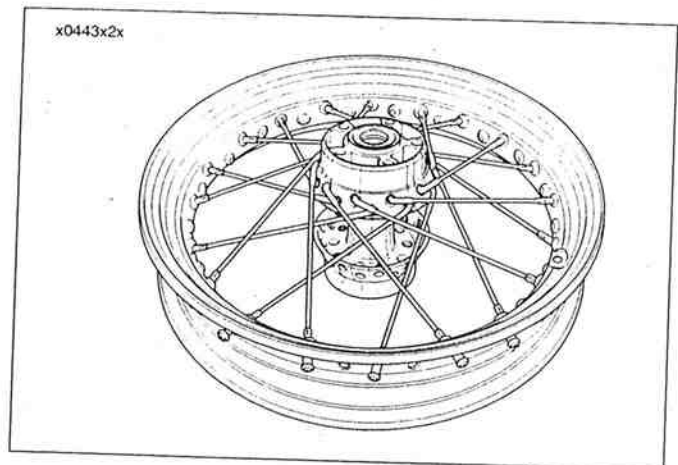

Figura 2-25.
5. Vea la Figura 2-25. Instale los nueve rayos restantes de la fila superior dentro de cada cuarto agujero restante por encima de la línea central del aro. Con esto se termina la instalación de rayos en el lado del disco de freno.